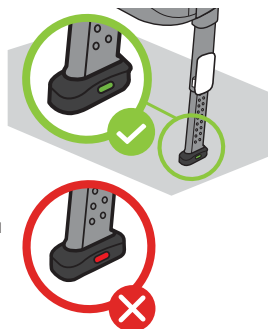

Figure 47
- Tirez et tenez le bas de la poignée de réglage de le piètement de charge (1).
- Saisissez le piètement de charge et tirez-le pour l'étirer jusqu'à ce qu'il touche le plancher du véhicule (2).
- Vérifiez que l'indicateur de pression de le piètement de charge est passé du rouge au vert, comme indiqué dans le **Figure 47**. Si l'indicateur reste rouge après le verrouillage de le piètement de charge en position, étirez encore une fois le piètement de charge pour augmenter le contact entre le plancher du véhicule et le piètement de charge.